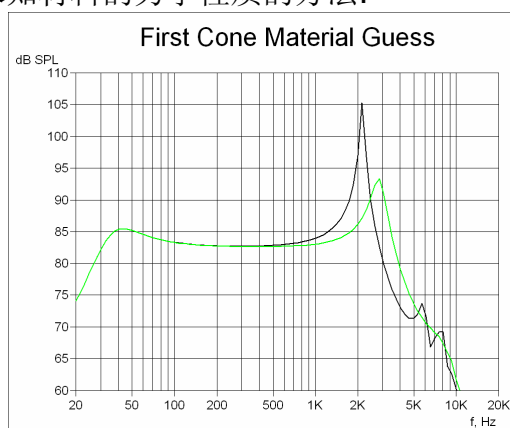

图 8 第一次预估值——高频太低（绿色是实测的曲线）
- 预估 **E-modulus or Young's Modulus** 杨氏模量：如图 8，先输入一个已知材料的值做比较。最好先不加防尘盖。